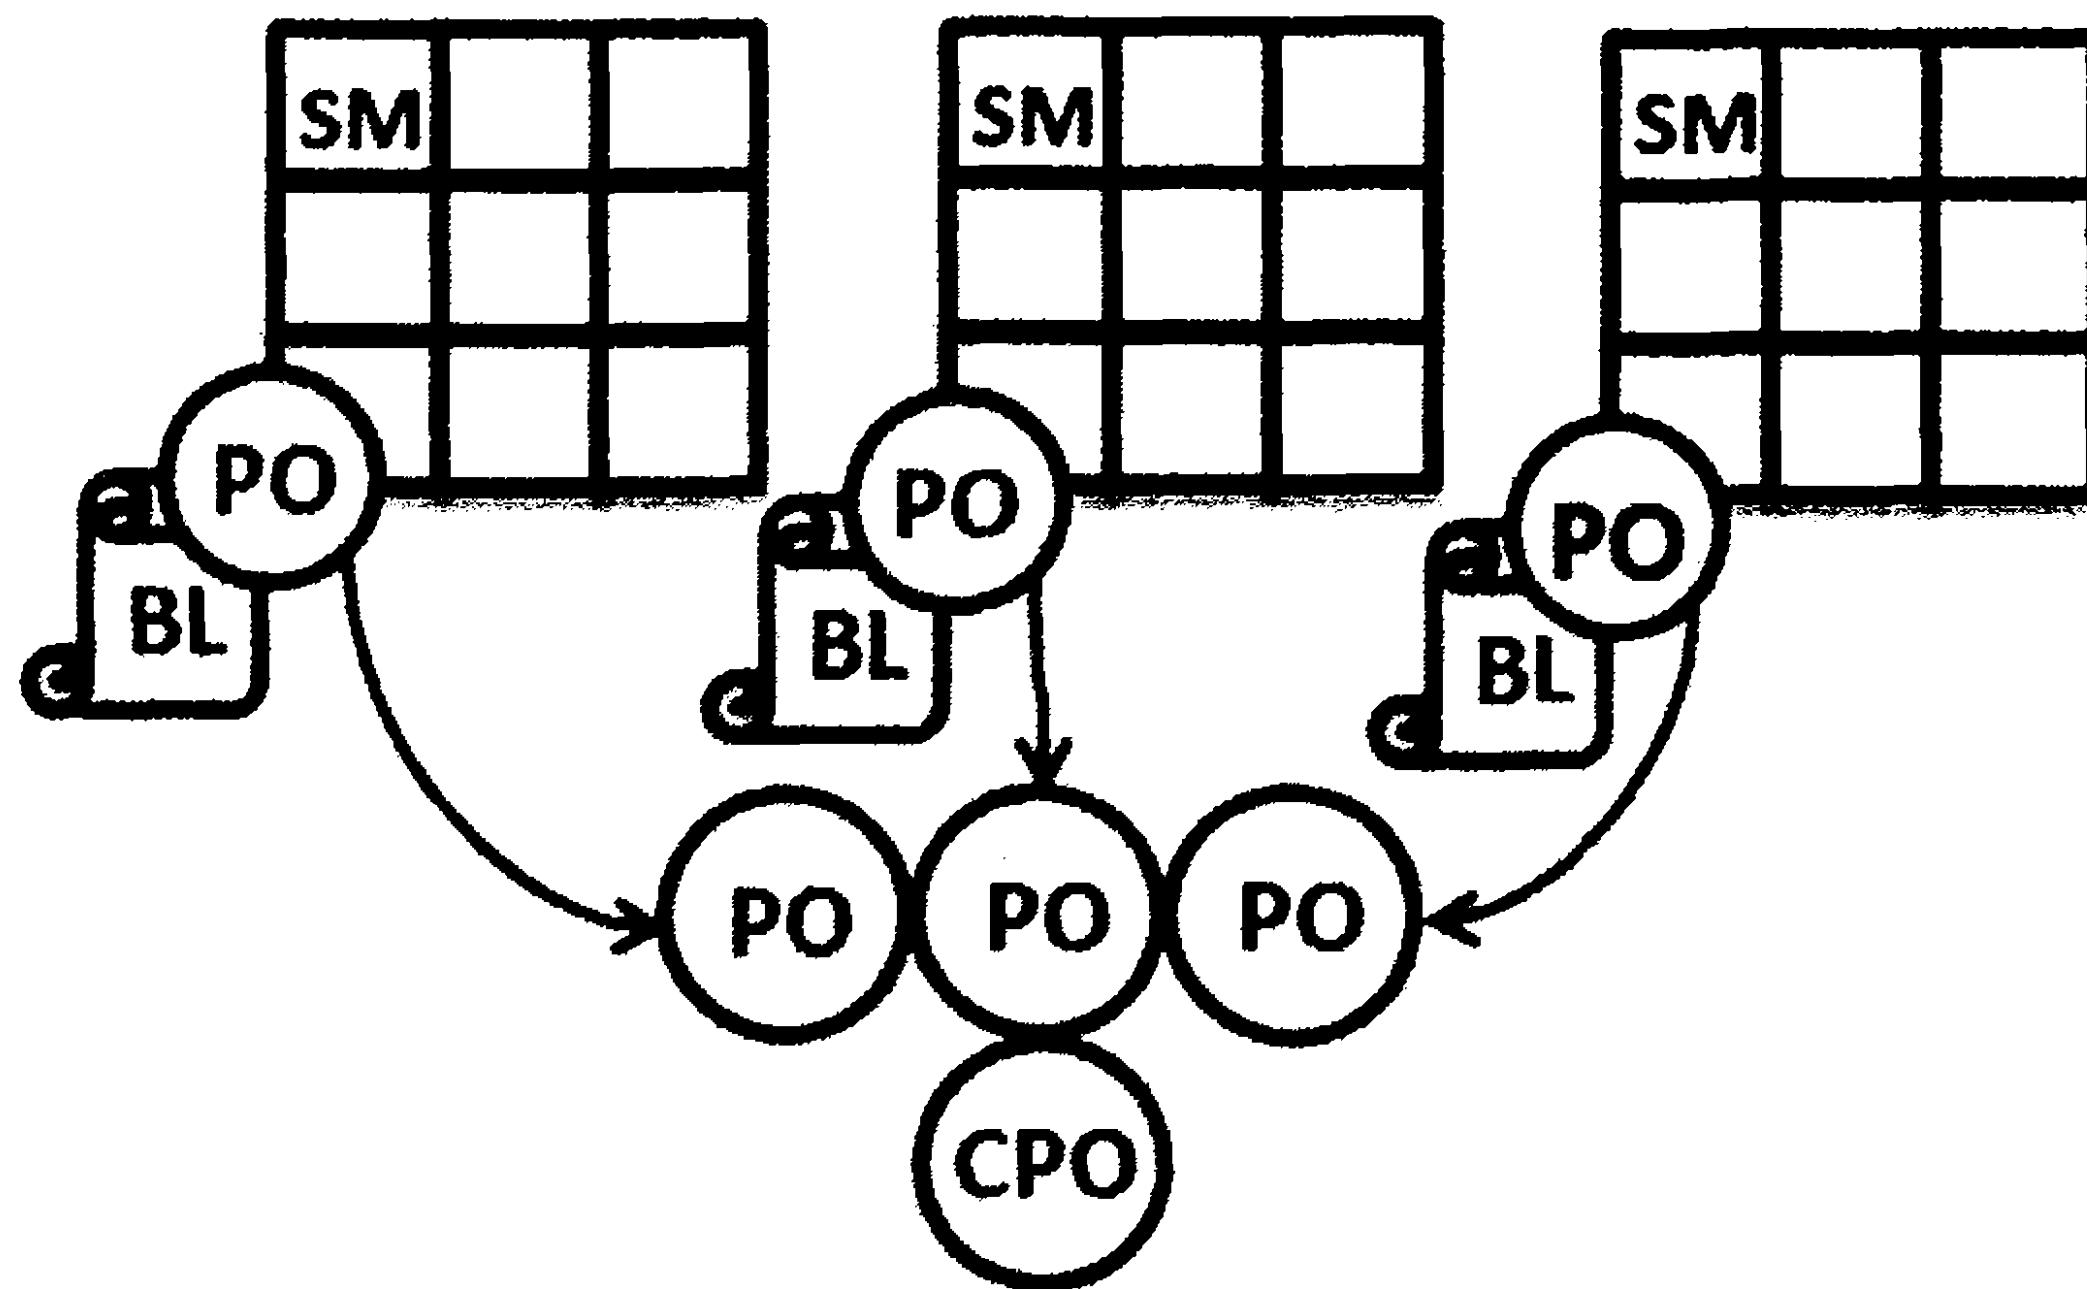

Рис. 2.41. Объединение владельцев продуктов на уровне масштабирования *Scrum of Scrum*
Очевидно, что подобный принцип масштабирования необходимо распространить на владельцев продуктов (PO) и журнал продукта (BL). На рис. 2.41 представлен уровень масштабирования *Scrum of Scrum* для владельца продукта. Владельцем продукта более высокого уровня является **CPO** (*Chief Product Owner*).